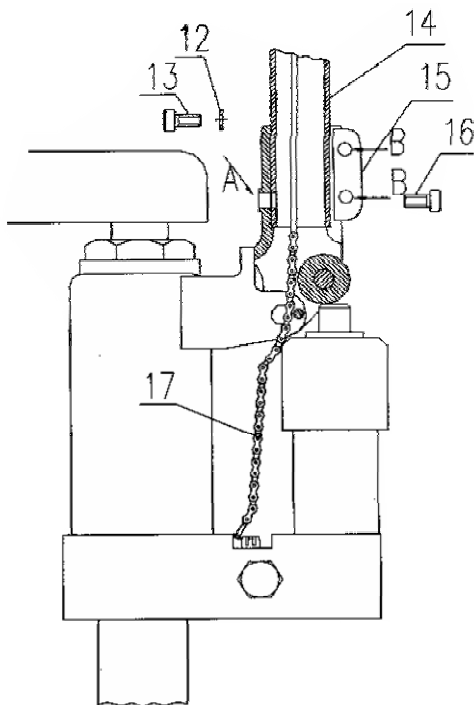

Figura 4
3.2.1. Vezi figura 4. La început se ia manerul (nr. 14) și se trece lanțul (nr.17) prin centrul cadrului de fixare (nr.15), apoi se introduce manerul în acest cadru.